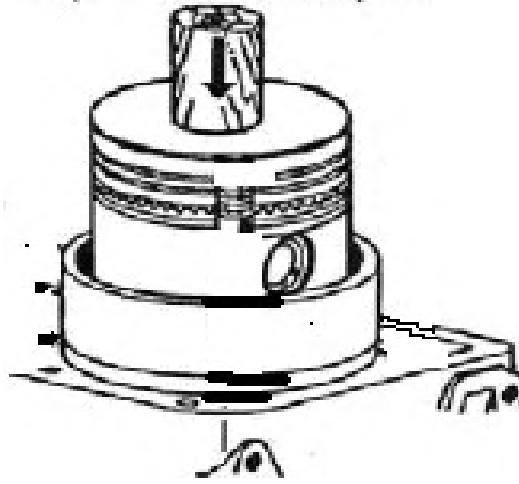

Abb. 141. Einbau des Kolbens mit Kolbenringen in den Zylinder
- die Ringe mit Hilfe eines speziellen Aufspannwerkzeugs mit innerer konischer Oberfläche zusammendrücken und den Kolben in den Zylinder einsetzen (Abb. 141).